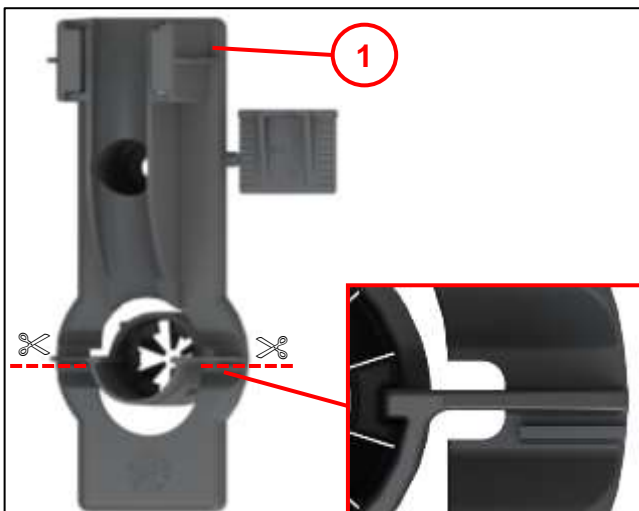

Abb. 15
**Beachten:** bei Einbau dicht oberhalb der Bodenplatte weiter bei Abb. 15.
- Führungselement (1) an Bohrung (Kellerseite) ansetzen und einschlagen bis Grundplatte an der Mauer anliegt.
- Nageldübel 6x40 mm (2) in die Wand einschlagen und festziehen.